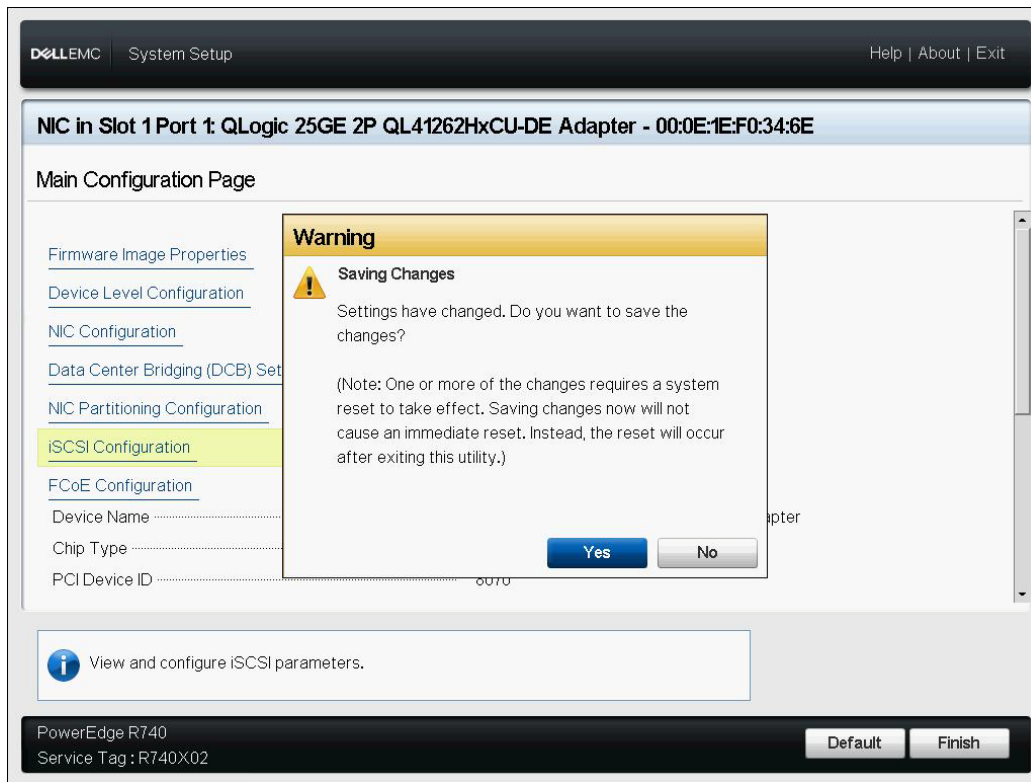

Ilustración 6-13. System Setup: Saving iSCSI Changes (Configuración del sistema: Guardar cambios de iSCSI)
14. Haga clic en **Yes** (Sí) para guardar los cambios, o siga las directrices de OEM para guardar la configuración del dispositivo. Por ejemplo, haga clic en **Yes** (Sí) para confirmar los cambios realizados en la configuración (Ilustración 6-13).